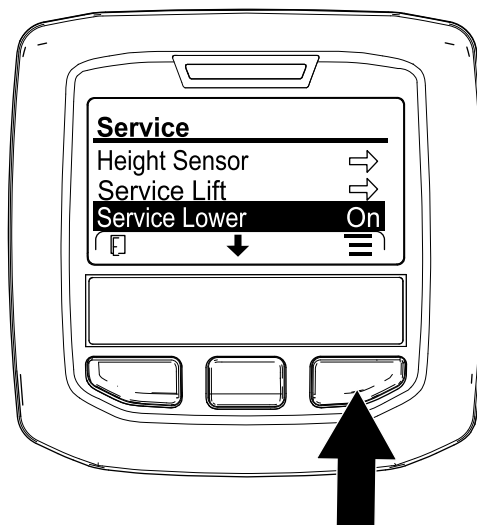

図 178
6. インフォセンターの中央のボタンを何度か押し、SERVICE LOWER 整備用に下降 **図 178**を選択し、右ボタンを押す。